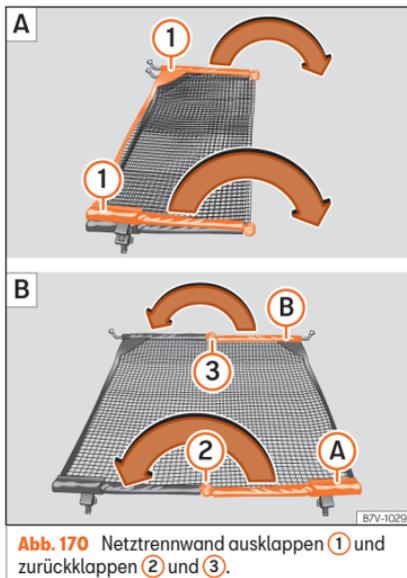

Abb. 170 Netztrennwand ausklappen ① und zurückklappen ② und ③.
Querstangen der Netztrennwand »» **Abb. 170** ① in Pfeilrichtung ganz auseinander klappen, bis ein „klickendes“ Geräusch hörbar ist.
- Entriegelungsknopf »» **Abb. 170** ② drücken und Querstange **(A)** bei gedrücktem Entriegelungsknopf in Pfeilrichtung einklappen.
- Entriegelungsknopf »» **Abb. 170** ③ drücken und Querstange **(B)** bei gedrücktem Entriegelungsknopf in Pfeilrichtung einklappen.